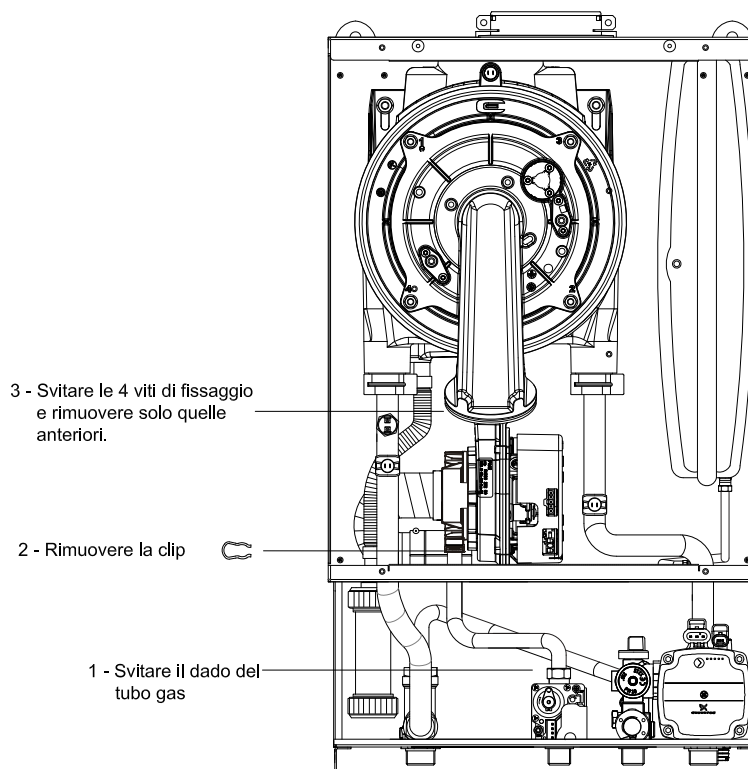

Fig. 31
7.3 - SOSTITUZIONE VENTILATORE (Fig. 31)